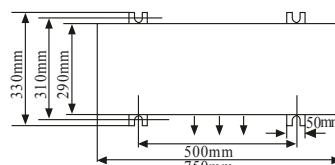

图2
(2) 尽量安装于房屋的东或北方。如装于南或西方是无可避免时, 应有遮盖物遮盖。
(3) 最好不要安装在污秽或雨淋的地方。
(4) 尽量靠近室内机组安装。
(5) 室外机外形尺寸及安装固定孔位置见图2